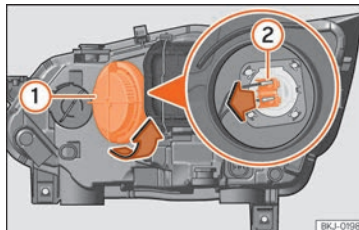

Fig. 54 No compartimento do motor: lâmpada da luz de máximos.
- Rode a tampa ① para a esquerda e retire-a » Fig. 54.
- Retire o conector da lâmpada ② puxando para fora.
- Coloque o conector da lâmpada ②.
- Coloque a tampa ① rodando para a direita.